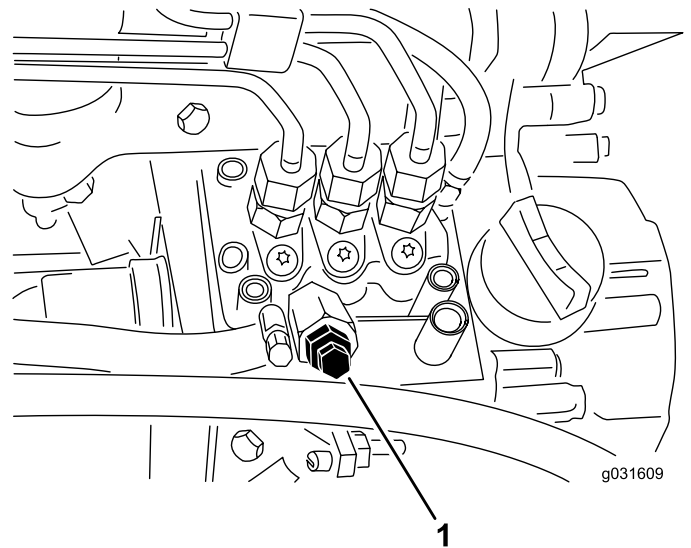

Figure 53
4. Desserrez la vis de purge sur la pompe d'injection (Figure 53).